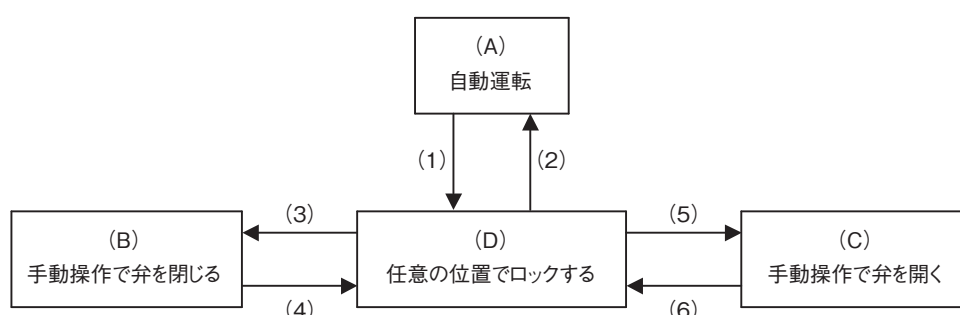

図 8 操作の方向
- (A) 自動運転
- (B) 手動で弁を閉じる
- (C) 手動で弁を開く
- (D) 任意の位置でロックする
上記の状態を切り換える場合は必ず図 8 に示す (1) ～ (6) の矢印の方向に沿って切り換えてください。従って (A)、(B)、(C) の状態相互の切り換えは一度 **(D) 任意の位置でロックする** の状態に切り換えた後、各状態への切り換えを行ってください。また、手動操作を行った後も安全の為 **(D) 任意の位置でロックする** の状態に戻してください。